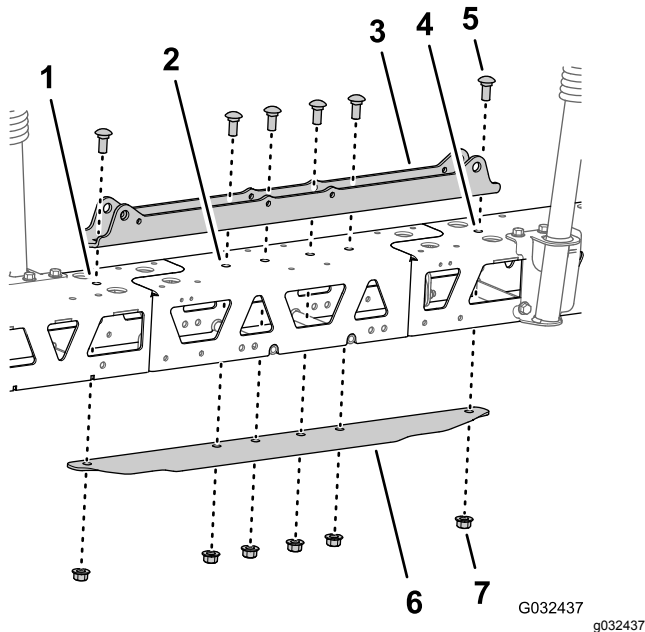

図 55
- シリンダマウントの穴を、トラスフレームのセンターラインの穴とセンターブームエクステンションの穴に合わせる 図 55。
- タイプレートを、トラスフレームとセンターブームエクステンションの中に入れ、タイプレートの穴を、トラスフレームのセンターラインの穴とセンターブームエクステンションの穴に合わせる 図 55。
- シリンダマウント、トラス、センターブームエクステンション、タイプレートの組み付けを行うステップ 2 センターブームのトラスを取り外す \(ページ 27\) で外したキャリッジボルト  $\frac{1}{2}$  x  $1\frac{1}{4}$ " 2本とフランジロックナット  $\frac{1}{2}$ " 2個と、ジオリンクスプレキシステム仕上げキットに入っているキャリッジボルト  $\frac{1}{2}$  x  $1\frac{1}{4}$ " 4本とフランジロックナット ( $\frac{1}{2}$ " ) 4個を使用する 図 55。